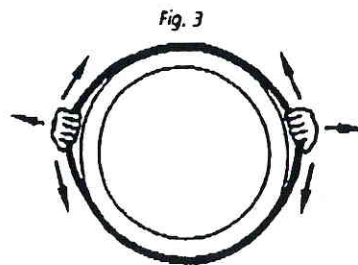

Fig. 3
- 3- Ajustar la goma, igualando las tensiones; esta operación se puede hacer con las manos, con un destornillador, etc. (Fig. 3.). Una tensión desigual de la goma, puede provocar fugas (Fig. 4).